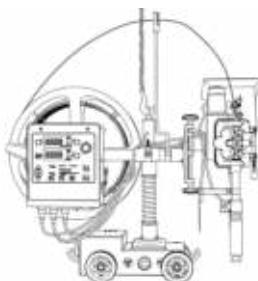

Рис. 8.11. Схема строповки сварочного трактора.
- Для предотвращения опрокидывания трактора предусмотрено строповочное кольцо (см. рис. 8.11).